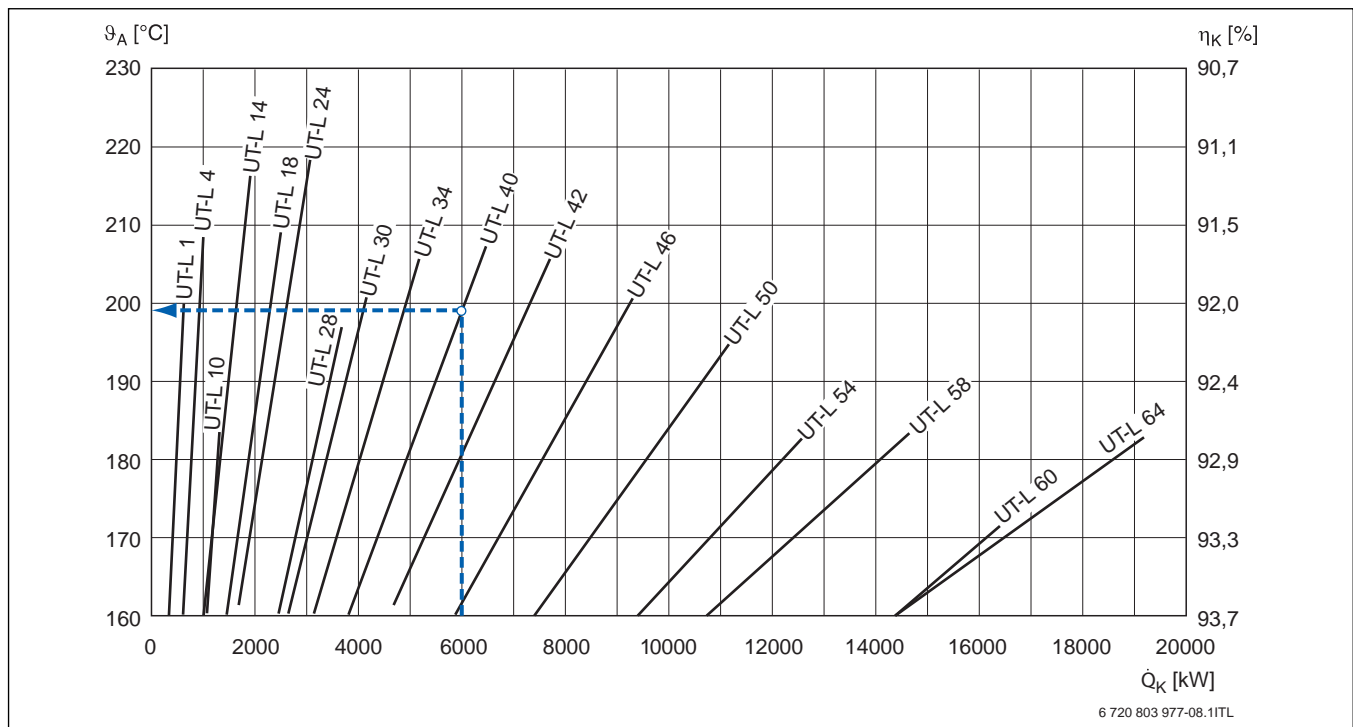

Bild 21 Abgastemperaturen UNIMAT Heizkessel UT-L in Abhängigkeit von der Kesselbelastung – Übersicht 1
Die Abgastemperatur ist die im Abgasrohr – am Abgasaustritt des Kessels – gemessene Temperatur. Sie ist abhängig von der Kesselbelastung und der Systemtemperatur (→ Bild 21 bis Bild 23). Zur Berechnung des Schornsteins ist in der Regel die minimal mögliche Abgastemperatur heranzuziehen. Sie liegt um ca. 7,5 K unter der angegebenen Abgastemperatur, bezogen auf mittlere Kesseltemperatur von 70 °C.
Die Abgastemperatur ist abhängig von der mittleren Kesseltemperatur. Die Abgastemperaturen in den Diagrammen in Bild 21 bis Bild 23 sind gemäß der EN 303 auf ein Temperaturpaar von 80/60 °C bezogen, d. h. die mittlere Kesseltemperatur beträgt 70 °C (Umrechnung auf andere Temperaturpaare → Tabelle 19).
- Abgastemperatur abgelesen $\vartheta_A = 198 \text{ °C}$ (→ Bild 21)